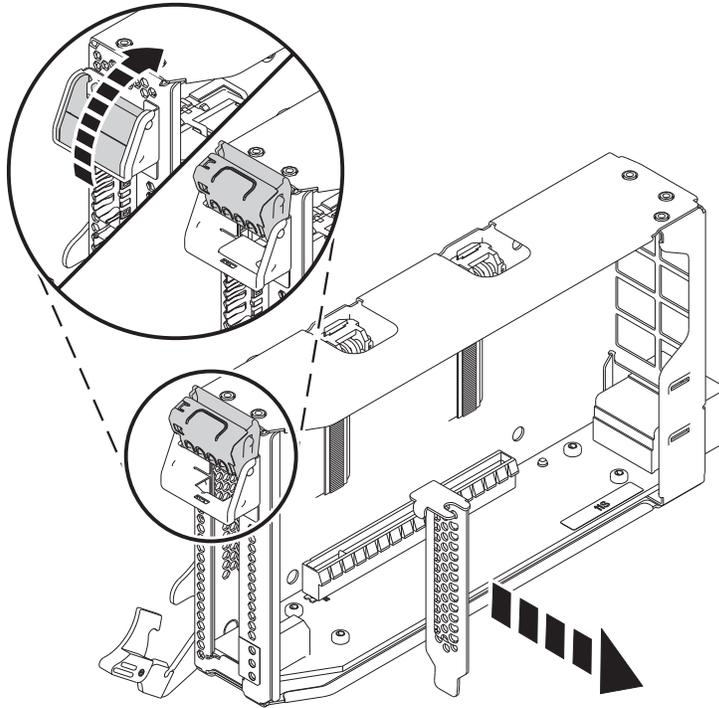

Figura 41. Remover o preenchimento do adaptador PCIe da cassetagem do adaptador
- c. Para desbloquear o contraponto do preenchimento, rode o trinco que está localizado na extremidade do contraponto da cassetete como é mostrado na Figura 41 na página 42.
- d. Remova o contraponto do preenchimento da cassetete, como é mostrado na Figura 41 na página 42.